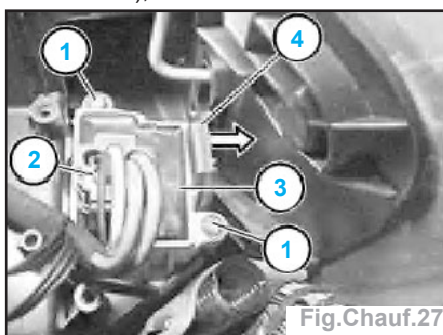

Fig. Chauff.27
- décrocher le support de l'actionneur (2),
- débrancher le connecteur de l'actionneur (3),
- débrancher le connecteur (2) (Fig. Chauff.27),